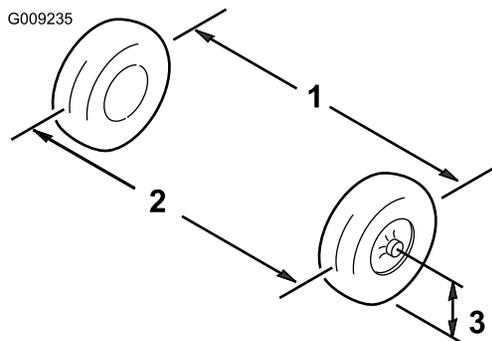

Figura 39
3. Meça a distância entre os pneus dianteiros à altura do eixo na zona dianteira e traseira dos pneus dianteiros (Figura 39).